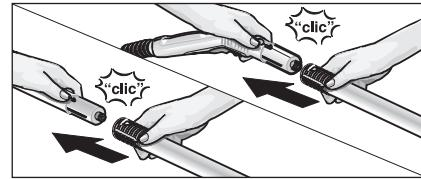

Fig. 3: Sette på forlengerøret
- Bruk hvis nødvendig forlengerøret (G1). Monter deretter en av, eller begge forlengerørene (G1) på damppistolen (C1) (se fig. 3). Skyv den ønskede tilbehörsdelen (D1, E1, F1, H1) på den ledige enden av forlengerøret.